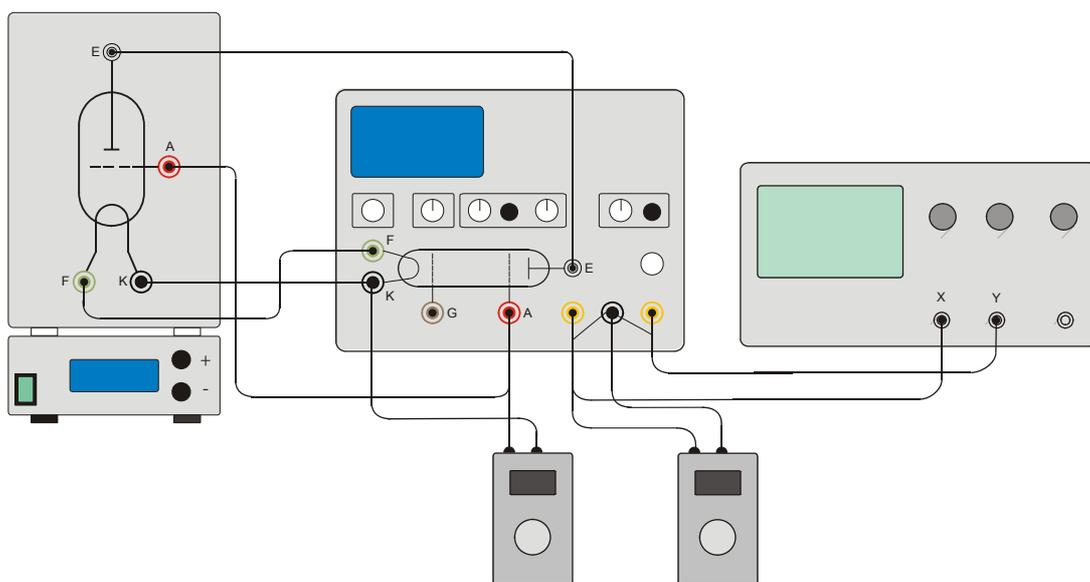

Fig. 3 Montaje experimental con el tubo de Franck-Hertz con 2 voltímetros digital
- Se conecta el voltímetro digital entre la salida de señal ( $U_X$ ) el casquillo de masa (ver fig. 3).